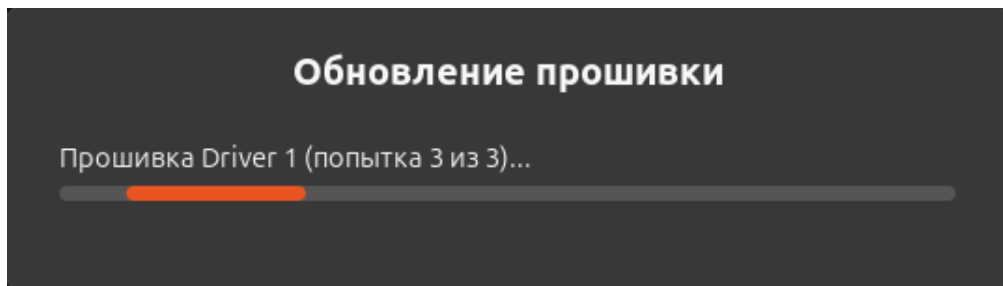

Рисунок II-79 – Уведомление об обновлении
- 6) после восстановления устройства обновление прошивки запустится автоматически (см. Рисунок II-79);